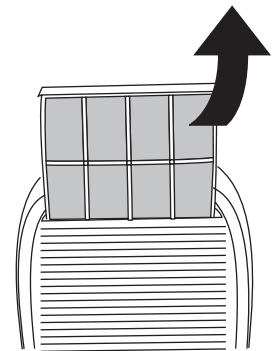

fig. 6
- Pour enlever le filtre, saisissez-le et tirez (Fig.6).